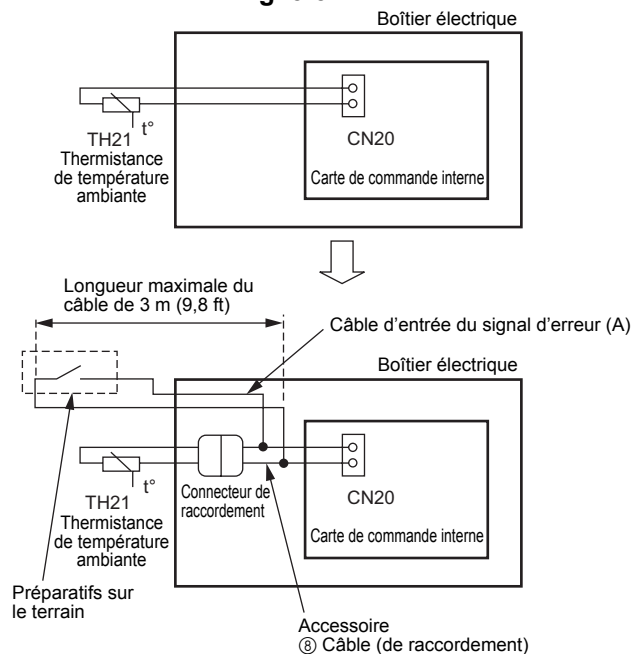
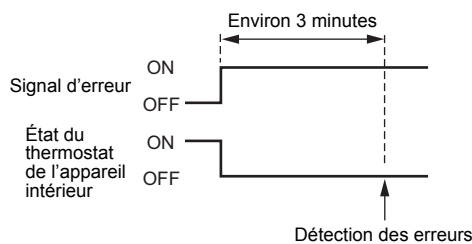

Fig. 5-6
Fig. 5-7
- Méthode d'entrée du signal d'erreur (Fig. 5-6)
- Retirer la thermistance de température ambiante TH21 de la carte de commande interne et connecter le câble ③ (de raccordement) fourni avec le produit.
- Connecter un signal d'erreur (une entrée de contact sans tension) à un câble d'entrée du signal d'erreur (A).
- Fonctionnement de l'appareil intérieur en cas d'entrée d'un signal d'erreur (Fig. 5-7)